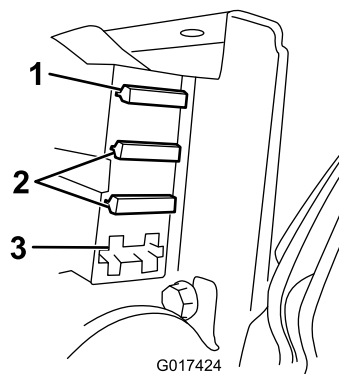

Figura 37
3. Controllate i fusibili nel portafusibili (Figura 37).
- Se un fusibile è bruciato, sostituitelo con un altro di voltaggio e amperaggio adeguati (Figura 37).